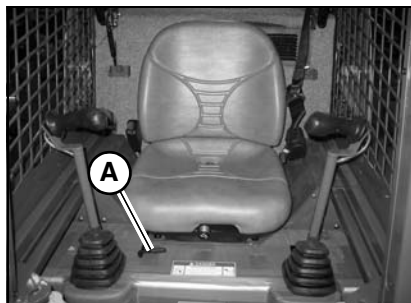

Figura 4 – Ajuste horizontal del asiento del operario
Utilice la palanca (A, Figura 4) para desplazar el asiento hacia delante o hacia atrás. Suelte la palanca (A) cuando el asiento se encuentre en la posición que desee. Asegúrese de que el asiento quede bloqueado en su posición después del ajuste.